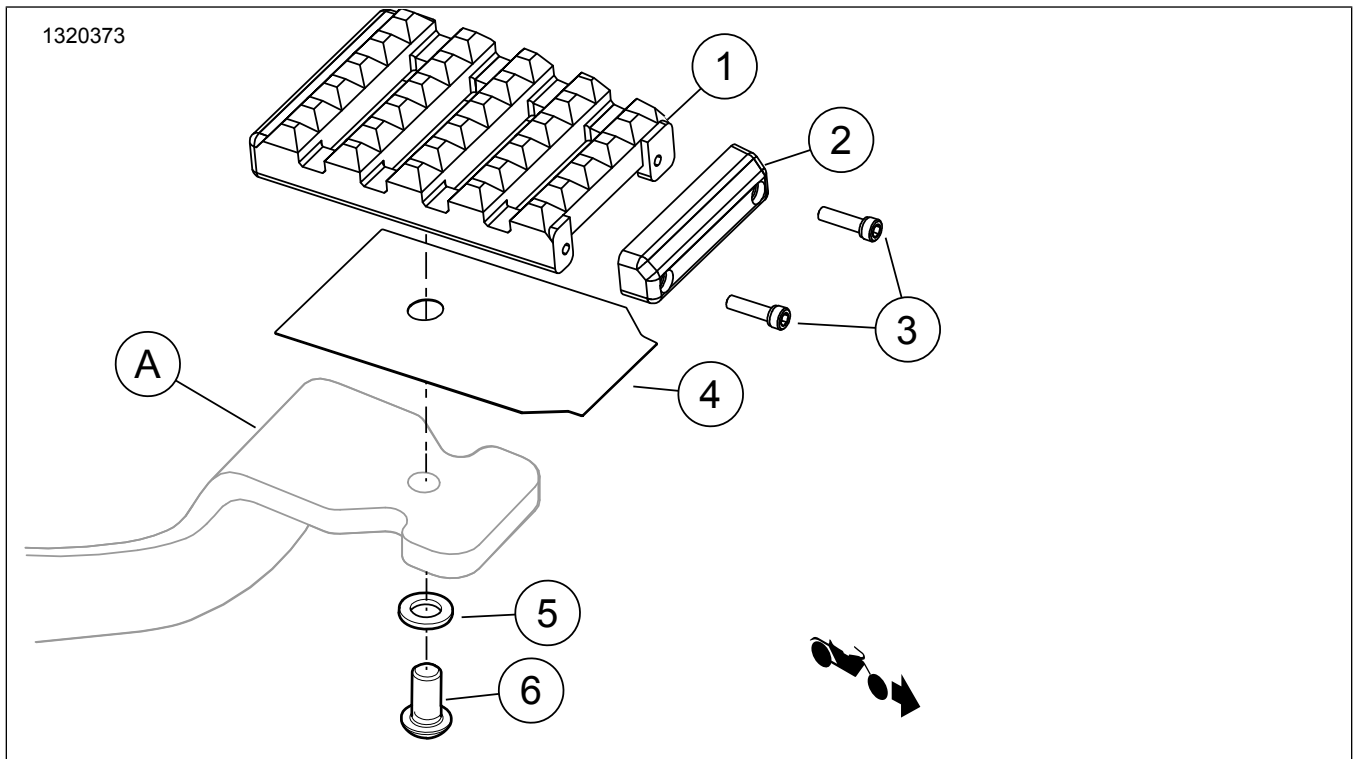

Figure 1. Contenu du kit : Composants du kit patin de pédale de frein
- Voir Figure 1 . Aligner et glisser le **nouveau** patin de pédale de frein (1) et l'insert (4) sur l'extrémité du levier de frein au pied (A).
- Monter la rondelle plate (5) et la vis (6).
- Visser la vis (6) dans le trou du levier de frein au pied (A) et dans la partie arrière du patin de pédale de frein (1). Serrer.
- Voir Figure 1 . Déposer les vis (3).
- Remplacer la garniture ou la cheville d'usure (2), selon le cas.
- Appliquer une goutte de frein filet sur les vis (3).